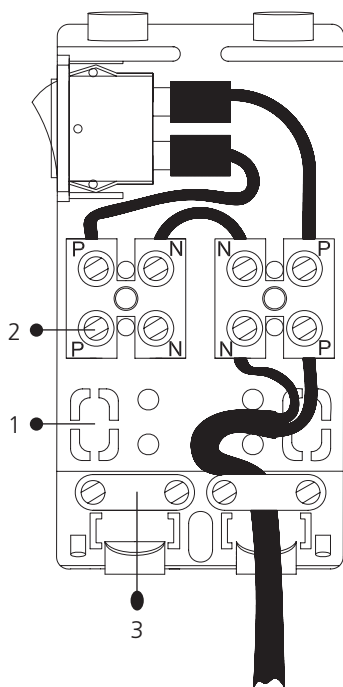

Fig. 4
2. Raccordement électrique au moyen du cordon électrique: Fixer le cordon électrique dans la borne (2) et coincer le cordon électrique à l'aide d'un collier de serrage (voir fig. 4).
Raccordement électrique au moyen d'un raccordement sous-crêpi: Ouvrir la base à l'endroit prédéterminé (1) et raccorder les fils de raccordement (230/240V) à la borne (2) (voir fig. 4).